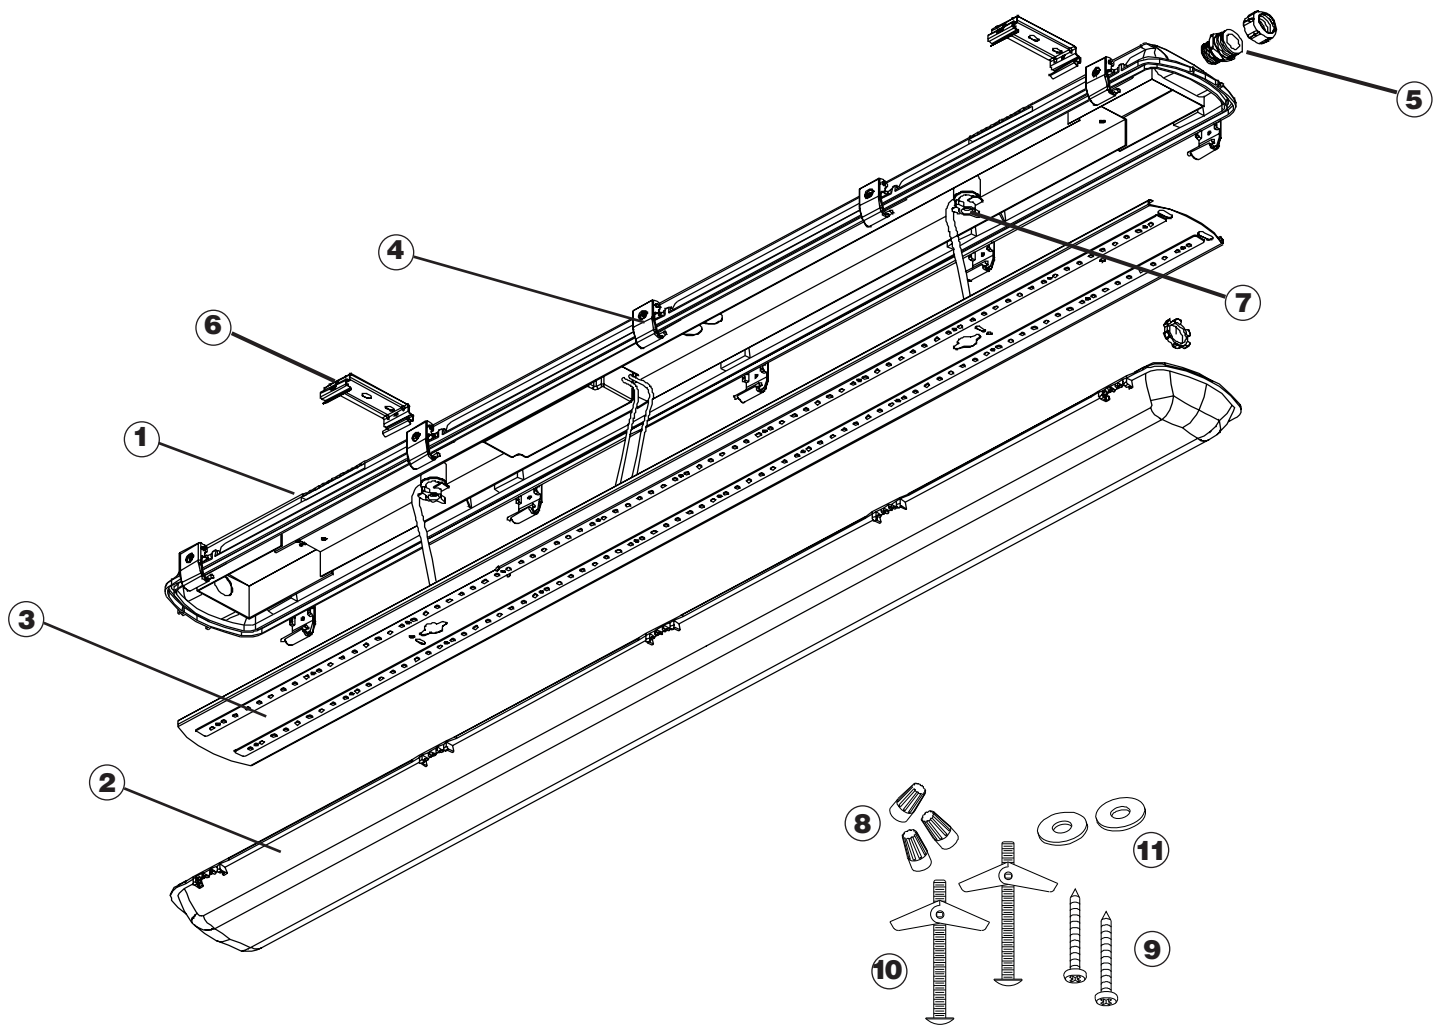

Fig. 1
1. Unlatch Diffuser (2) and open. Note: two latches on one side remain captive to Diffuser.
2. Open Wireway cover (3) by rotating Cover Latches (7). Remove fixture components and parts pack(s). Check that all parts are included. - **See Fig.1 on page 3**
1. Détacher le diffuseur (2) et ouvrir. Remarque : deux loquets d'un côté demeurent attachés au diffuseur.
2. Ouvrir le couvercle de la goulotte guide-fils (3) en tournant les loquets du couvercle (7) Retirer l'emballage des composants et des pièces du luminaire. Vérifier que toutes les pièces sont comprises - Voir Fig.1 sur page 3